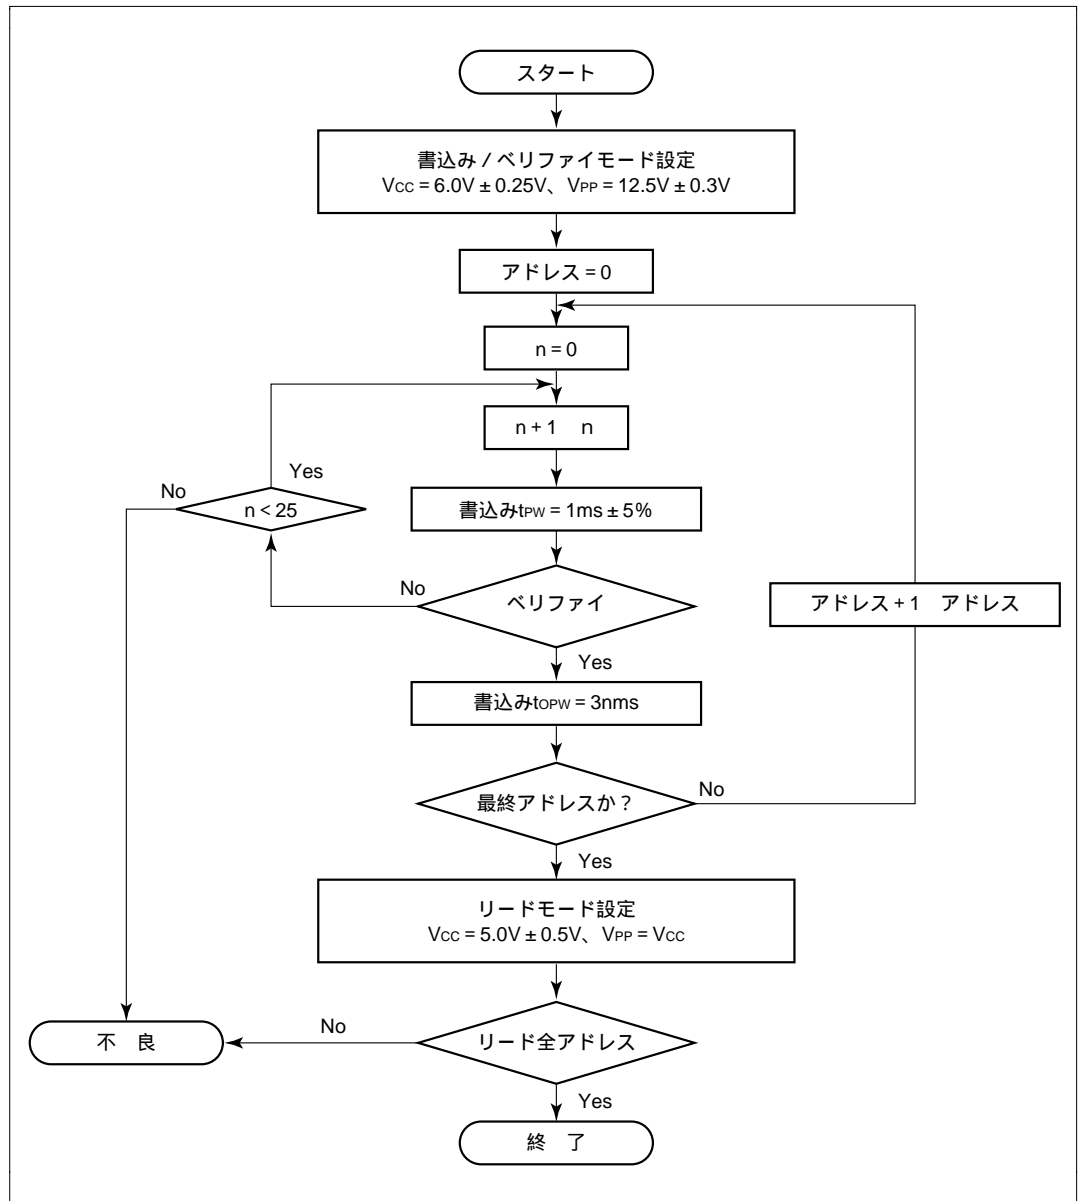

図 6.4 高性能プログラミングフローチャート
高性能プログラミングの基本的なフローを図 6.4 に示します。
*3 t_{OPW} は図 6.4 高性能プログラミングフローチャートに記載した値で定義されます。